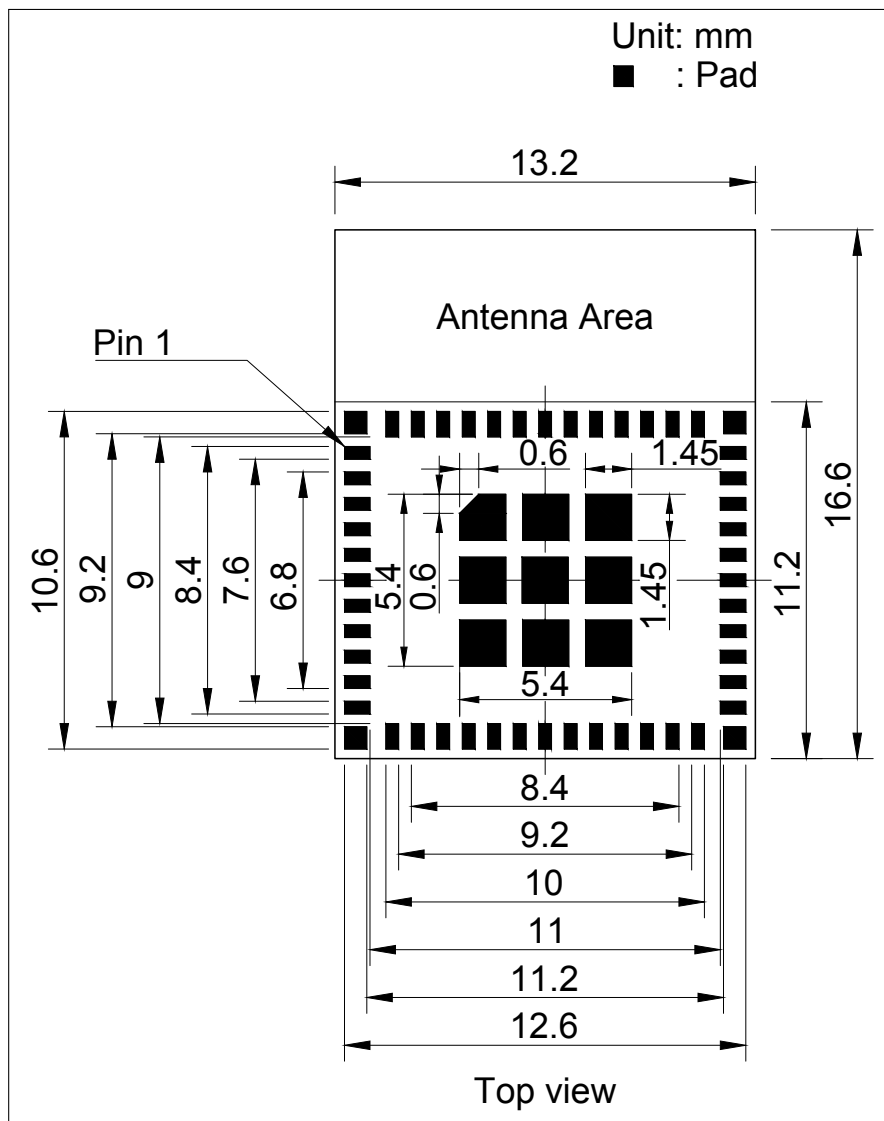
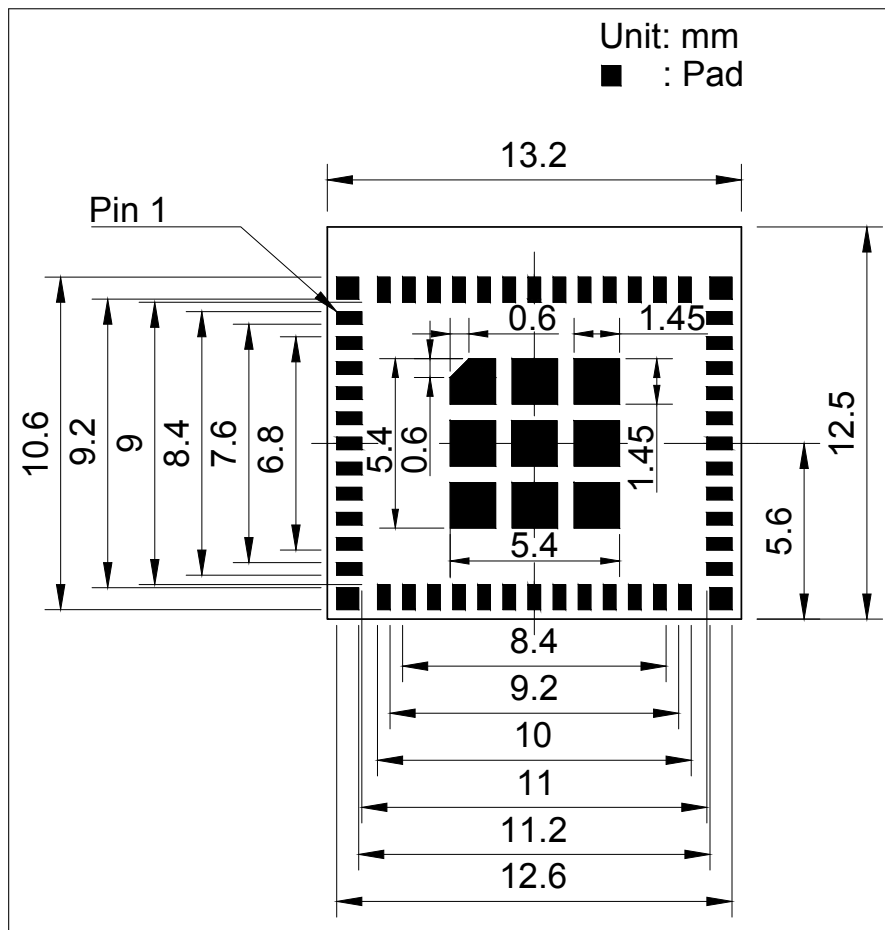

图 10: ESP32-C3-MINI-1 推荐 PCB 封装图形
图 11: ESP32-C3-MINI-1U 推荐 PCB 封装图形
- 推荐 PCB 封装图，标有 PCB 设计所需的全部尺寸。详见图 10 *ESP32-C3-MINI-1 推荐 PCB 封装图形* 和图 11 *ESP32-C3-MINI-1U 推荐 PCB 封装图形*
- 推荐 PCB 封装图的源文件，用于测量图 10 和 11 中未标注的尺寸。您可用 Autodesk Viewer 查看 ESP32-C3-MINI-1 和 ESP32-C3-MINI-1U 的封装图源文件。